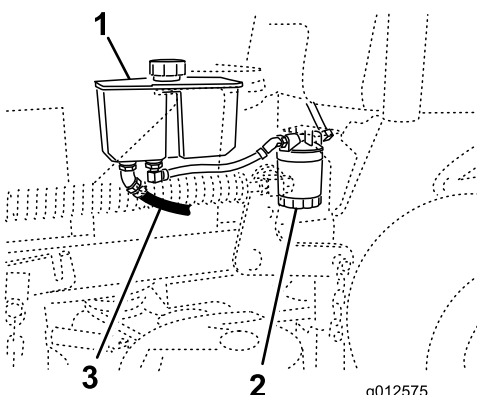

Figure 73
4. Trouvez le flexible hydraulique avant sous le réservoir hydraulique et placez un bac de vidange sous le réservoir (Figure 73).